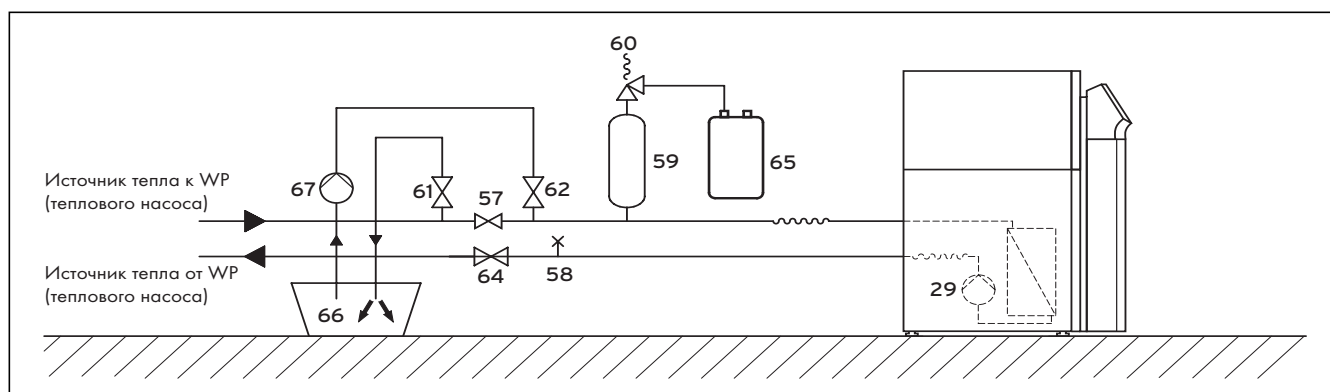

Рис. 6.1 Контур рассола
Пояснение к рис. 6.1
- Во внешнем резервуаре (напр., пластиковой канистре, см. рис. 6.1, поз. 66) смешайте воду и антифриз, концентрация должна соответствовать предписанной. Необходимо тщательно смешивать каждую порцию.
- После этого вылейте смесь рассола из резервуара (66) в систему источника тепла. Для этого требуется насос заполнения (67), который одновременно с заполнением удаляет воздух из контура коллекторов. Фирма Vaillant рекомендует дополнительный насос от Vaillant (арт. № 307 093). Подключите напорный трубопровод насоса к запорному вентилю (62).
- Закройте запорный вентиль (57).
- Откройте запорные вентили (62) и (64).
- Откройте запорный вентиль (61) и подсоедините к нему оканчивающийся в гликольной смеси шланг.
- Запустите насос заполнения (67), чтобы заполнить шланг коллектора.
- Пусть насос заполнения (67) продолжает работать до тех пор, пока из шланга запорного вентиля (61) не пойдет жидкость без примеси воздуха.
- Теперь откройте вентиль (57), чтобы воздух мог выйти между вентилями (61) и (62).
- Закройте вентиль (61), и создайте давление в контуре рассола посредством насоса заполнения (67). Следите за тем, чтобы давление не превышало 3 бар.
- Теперь также закройте и вентиль (62).